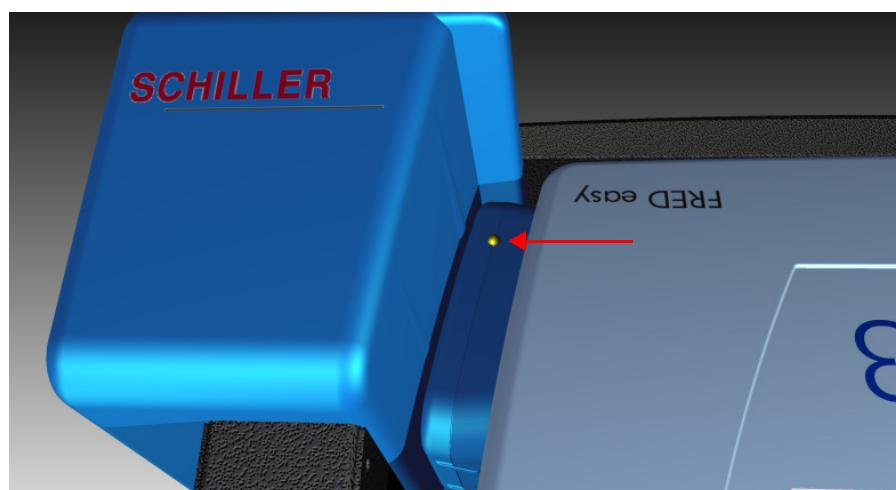

Fig. 5.21 Voyant de contrôle de communication
- Raccordez le bloc secteur au **raccord** central (2) et branchez-le dans une prise de courant de sécurité.
- Raccordez le **câble Ethernet** au **raccord** (1) (Cela n'est pas nécessaire pour les **supports muraux Sans Fils**).
- Le voyant de contrôle (voir Fig. 5.21) clignote tant que la communication avec le réseau de données est assurée.
Une fois les données transférées, l'affichage lumineux s'éteint et le message «FRED easy Online ready» apparaît. Ce message reste affiché à l'écran tant que la communication avec le serveur est assurée. De plus, le voyant de contrôle clignote dans ce cas (voir Fig. 5.21).